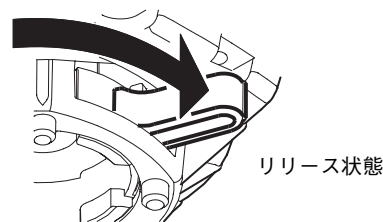

図13 ロックレバー
(2) ロックレバーを図13のように右端まで動かしてください。